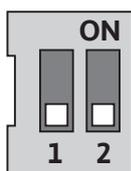

Fig. 35: Interruttori DIP
Gli interruttori DIP (Fig. 14, pos. 6/Fig. 35) si trovano sotto la copertura del corpo.